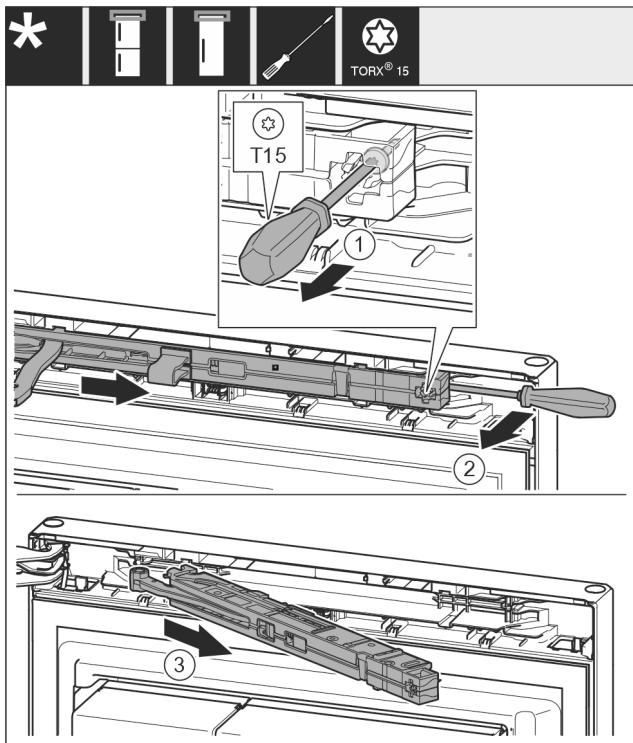

Fig. 13
- ▶ 用 T15 螺丝刀将关门阻尼单元上的螺钉松开约 14 mm。 Fig. 13 (1)
- ▶ 将螺丝刀移向把手侧关门阻尼单元的背面并将单元向前转动。 Fig. 13 (2)
- ▶ 拉出关门阻尼单元。 Fig. 13 (3)